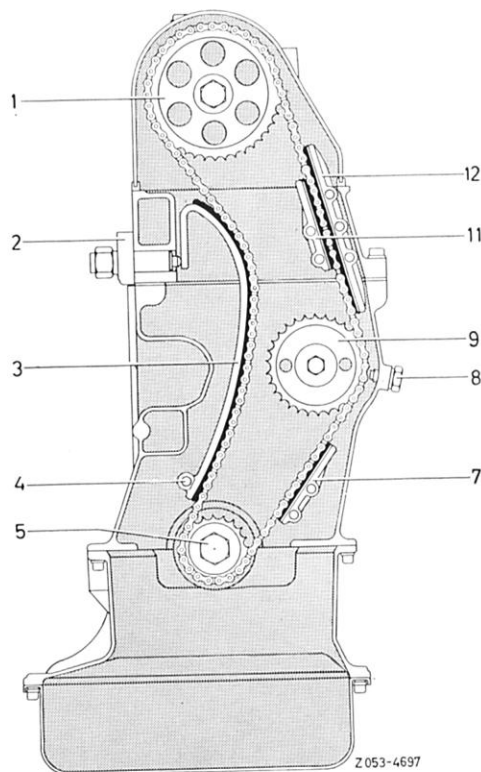

Bild 05-1/4
- 5 Kettenspanner (2) ausbauen (Bild 05-1/1 bis 4).